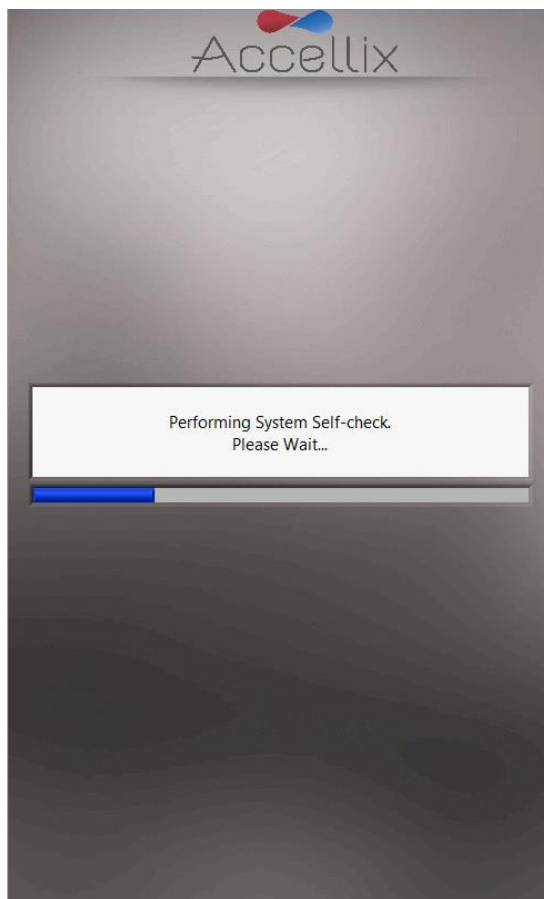

Figure 14 : écran « Autocontrôle du système »
1. Mettez l'instrument sous tension en basculant l'**interrupteur d'alimentation** sur le panneau arrière en position « **MARCHE** ». Durant le démarrage de l'instrument, l'écran informe l'utilisateur que le **System Self-check** (Autocontrôle du système) est en cours (Figure 14) :